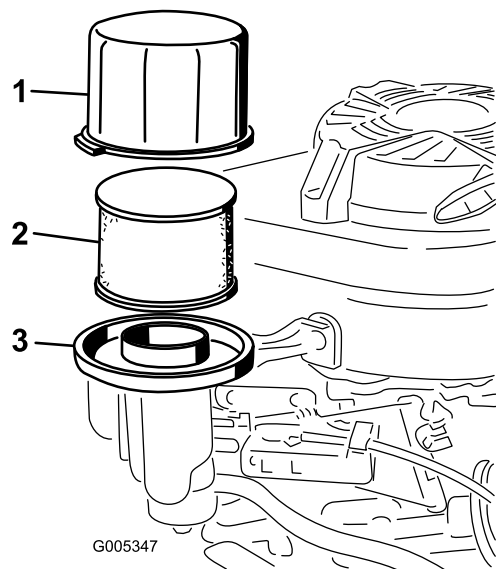

Figura 24
3. Scoateți capacul și curățați-l bine (Figura 24).
4. Îndepărtați prefiltrul din spumă și filtrul de aer din hârtie de pe baza filtrului de aer (Figura 24).